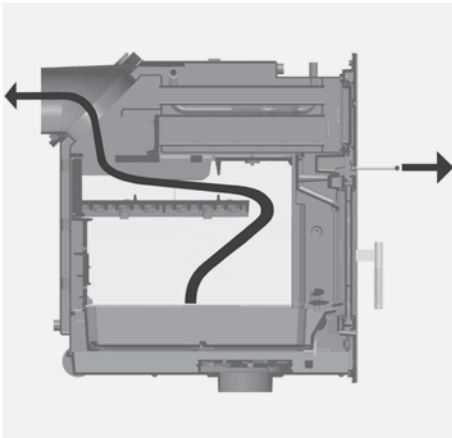

Abb. 3.4 Umlenkschieber herausgezogen, Heizgase strömen nicht durch den oberen Tauscherbereich, sondern auf direktem Wege zum Heizgasstutzen
- Heizen Sie den DIAMANT W an, wie unter „Anheizen“ auf Seite 20 beschrieben, dabei den Bügelgriff herausgezogen lassen (siehe Abb. 3.4)